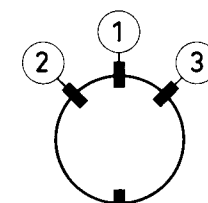

Fig II-5c
5. Keil ④ anbringen (siehe Abb. II-5c oder 6c) und das Leimstück fest andrücken.